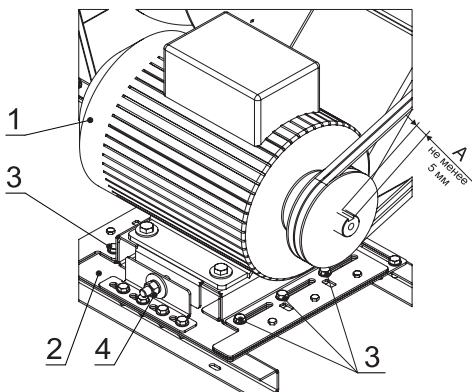

Рисунок 32. Натяжение ремня вентилятора
Натяжение ремней (рис. 32) регулируется перемещением электродвигателя (1) вдоль направляющей (2). Для этого нужно: ослабить затяжку болтовых креплений (3) электродвигателя к направляющей (2) и стопорные гайки натяжного болта (4); переместить его закручиванием гайки натяжного болта (4), добиться выравнивания ведомого и ведущего шкивов (см. «Выверка валов вентилятора и электродвигателя»); затянуть болтовое соединение (3). После выполнения всех операций затянуть стопорную гайку натяжного болта (4).
Шкивы устанавливаются на вал через коническую втулку, которая посажена в сопрягающуюся конусную расточку в шкиве. Чтобы установить, вставьте втулку в шкив. Совместите отверстия (не резьбовые) и надвиньте весь узел на вал. Установите винты. Сцентрируйте шкивы и затяните винты. При этом размер (А) см.рис.32, от торца втулки до торца вала должен быть не менее 5 мм.